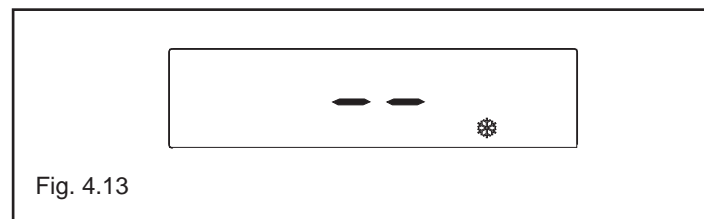

Fig. 4.13
- Antigelo (fig. 4.13): quando la temperatura dell'acqua di caldaia scende al di sotto dei valori di sicurezza si attivano il circolatore e il bruciatore alla minima potenza per riportare la temperatura dell'acqua a valori di sicurezza (35 °C).